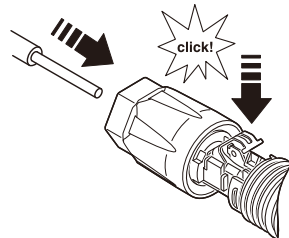

Abbildung 4.8
Schritt 3. Führen Sie den abisolierten Draht mit verdrehten Litzendrähten vollständig ein. Die Drahtenden müssen in der Feder sichtbar sein. Schließen Sie dann die Feder. (siehe Abbildung 4.8)